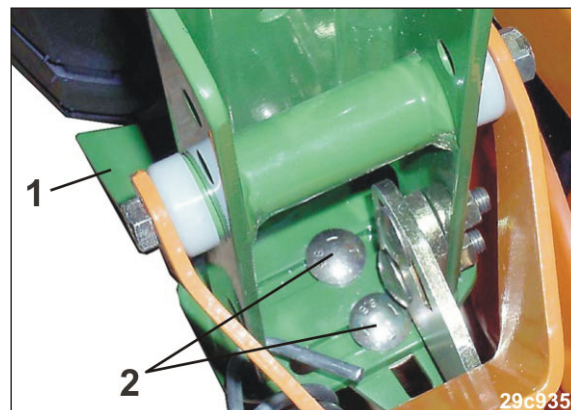

Fig. 232
1. Desfaceți șuruburile (Fig. 232/2).
2. Reglați răzuitorul (Fig. 232/1).